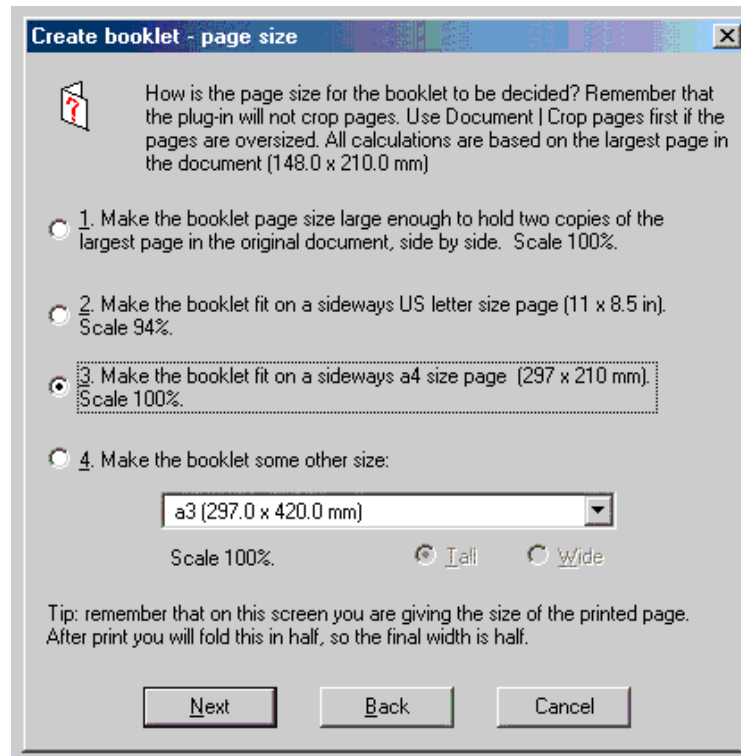
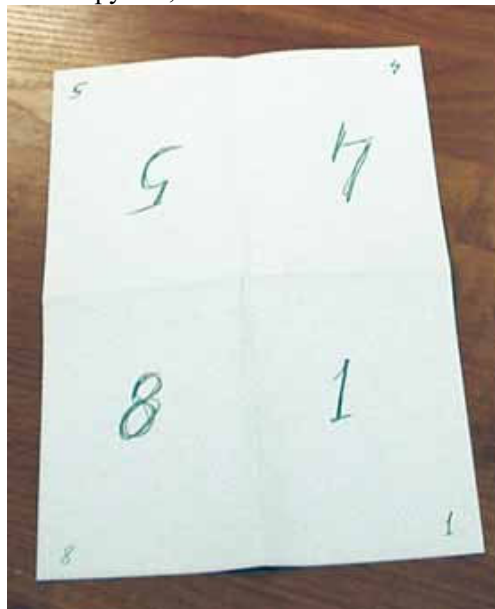
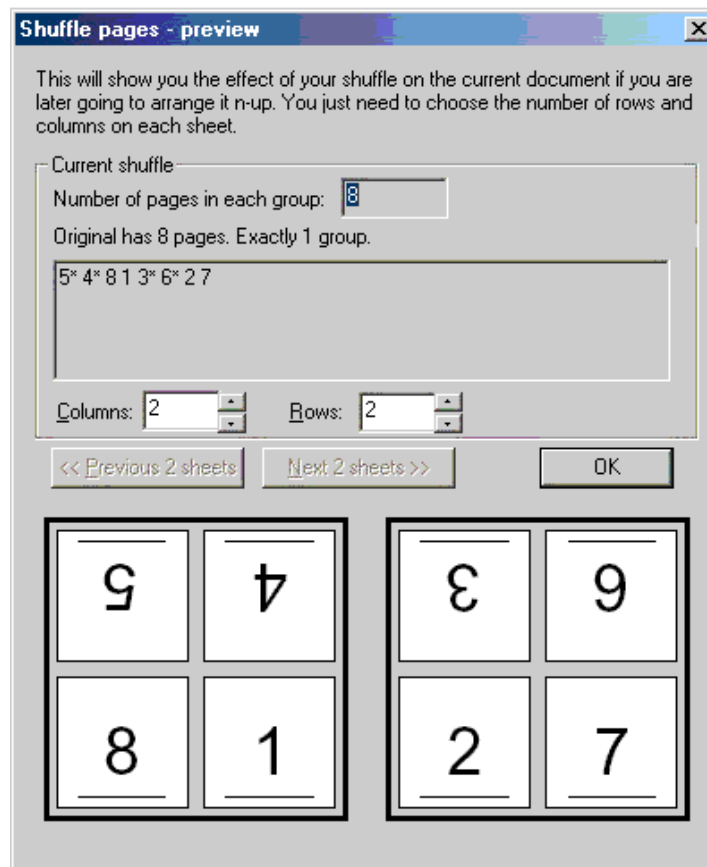

Рис. 6
Рис. 15
Рис. 17
Кликнем **Next** — и видим окно **Create booklet — page size** (*Создать буклет — размер страницы*) (рис. 6).
- разворачиваем макет и видим лист, на котором номера страниц расставлены точно так, как они будут расположены на готовом печатном листе (рис. 15). Для наглядности номера страниц написаны по центру страниц еще раз, более крупно;
- кладем развернутый листок перед собой так, чтобы первая страница была справа внизу (рис. 15) и заносим в поле ввода **Rules** диалогового окна **Shuffle pages** (рис.6) номера страниц, разделяя их пробелами, точно в том же порядке, как видим их на макете: сначала верхний ряд, потом — нижний; при этом к номерам страниц верхнего ряда, которые сейчас повернуты «вверх ногами» и должны именно так выйти на спуск, добавляем «*» («звездочку»); в результате чего для лицевой стороны печатного листа последовательность номеров страниц будет следующей «5* 4* 8 1»
- теперь, при желании, можно просмотреть, как будет выглядеть готовый печатный лист при различных вариантах компоновки — кликом **Preview** диалогового окна **Shuffle pages** (рис.6) и увидим пример раскладки после сбора отдельных страниц с разным количеством колонок (**Columns**) и строк (**Rows**) на листе (рис. 17); поскольку на нашем печатном листе по четыре страницы (2*2) с обеих сторон, то колонок и строк должно быть по две;